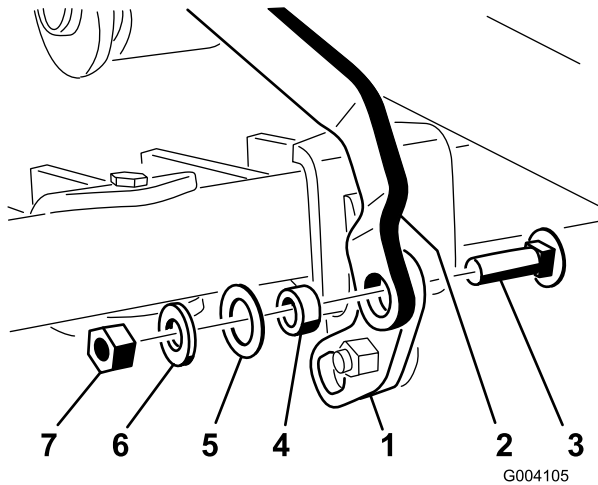

Figura 15
5. Con la curva del conjunto del pedal de elevación hacia arriba, conecte el extremo de la barra de unión a la pestaña de giro (taladro cuadrado) usando un perno de cuello cuadrado (3/8 x 1-1/4 pulgadas), un espaciador, una arandela de 1 pulgada, una arandela de 13/16 pulgada, y una contratuerca (3/8 pulgada) según se muestra en Figura 15.